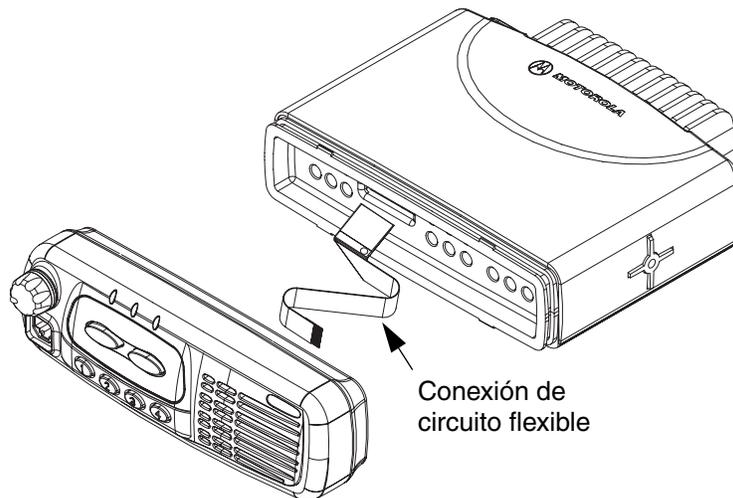

Figura 2-2 Retiro de la conexión de circuito flexible
3. Retire el cabezal de control del conjunto del radio como se muestra en la Figura 2-2.